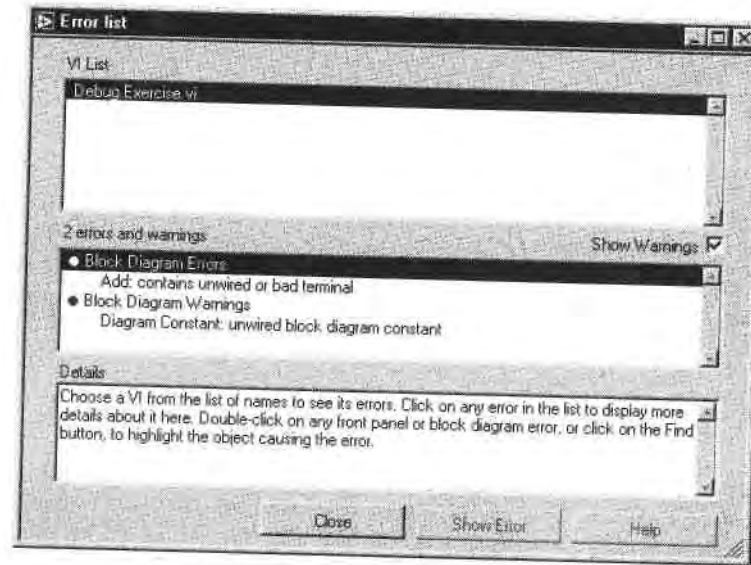

Рис. 5.11
4. Щелкните кнопкой мыши по сломанной стрелке. Щелкните по окну **Список ошибок** (рис. 5.11), демонстрирующий ошибки в ВП.